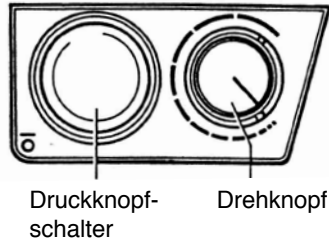

Abb. 4
- Gerätestecker in die Steckdose einstecken und Druckknopfschalter mit dem Daumen einschalten (Abb. 4 und 5).